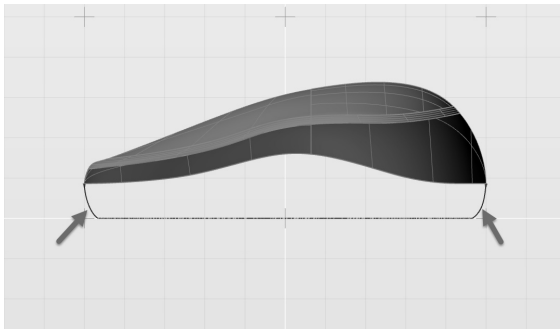

图 5-197 绘制两条融合曲线并调整融合造型
3) 在前视图中绘制两条融合曲线，融合鼠标上壳体曲面与上一步绘制的底面。确定融合曲线锁定于两侧曲面，并且释放所有融合点处的连续性（设定为 G0 连续），调整融合造型以与图 5-197 所示类似。